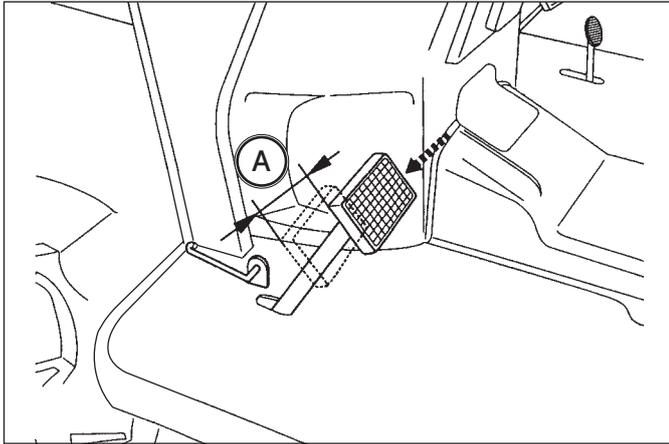

FIG. 6-30
FIG. 6-30: Contrôlez régulièrement la garde d'embrayage et réglez-la si nécessaire. La garde d'embrayage correcte (A) est de 20 à 30 mm en mesurant à l'arrière de la pédale comme illustré.